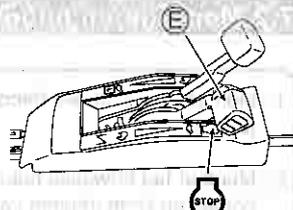

Afb. 13.
- Controleer dat er niemand achter u staat terwijl u aan de Startknop (V) trekt.
- Houd de startknop (V) stevig vast als u eraan trekt.
- Laat de Startknop (V) langzaam teruggaan.
- 5 Laat de motor opwarmen voor u hem gebruikt. Is de motor warm, zet dan de chokehandel (E) op "S". (Zie afb. 13.)